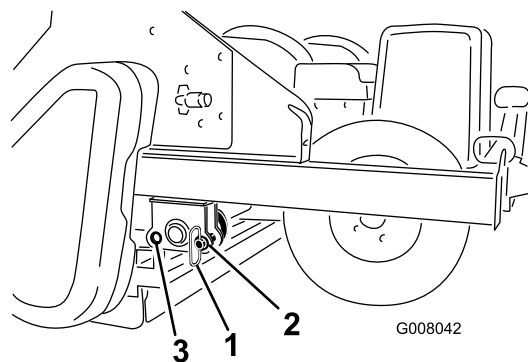

Figura 16
1. Retire los pasadores de almacenamiento de los taladros traseros (Figura 16).
2. Baje lentamente el procesador de terrones hasta que descansa sobre el rodillo trasero y los neumáticos. instale los pasadores de almacenamiento en los taladros delanteros (Figura 16).